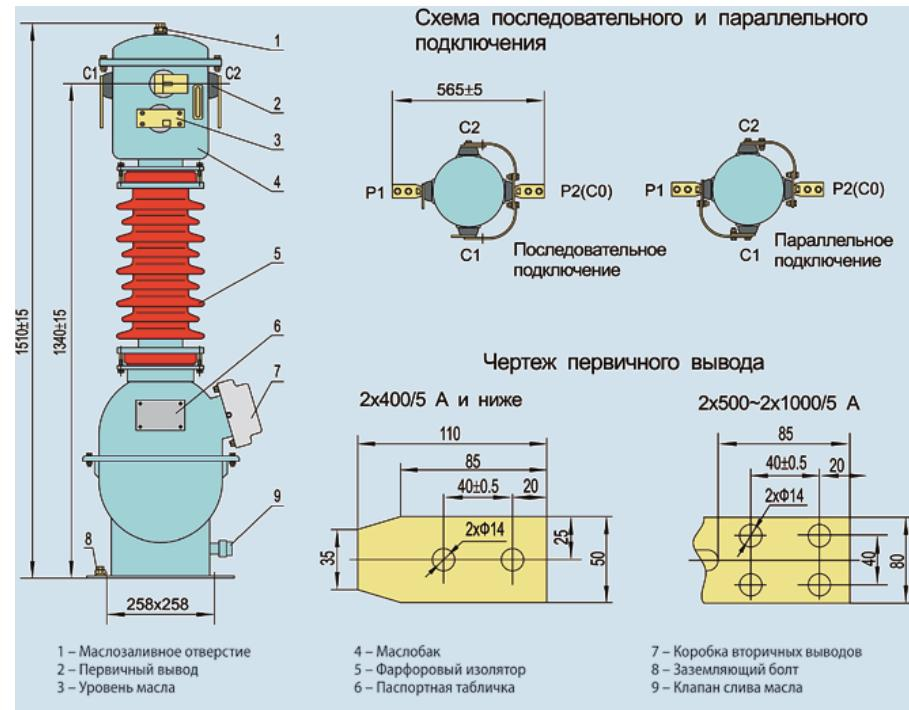

Рис. 6.1 Внешний вид и размеры трансформатора тока LABN6-35
6. Внешний вид и размеры (см. рис. 6.1)